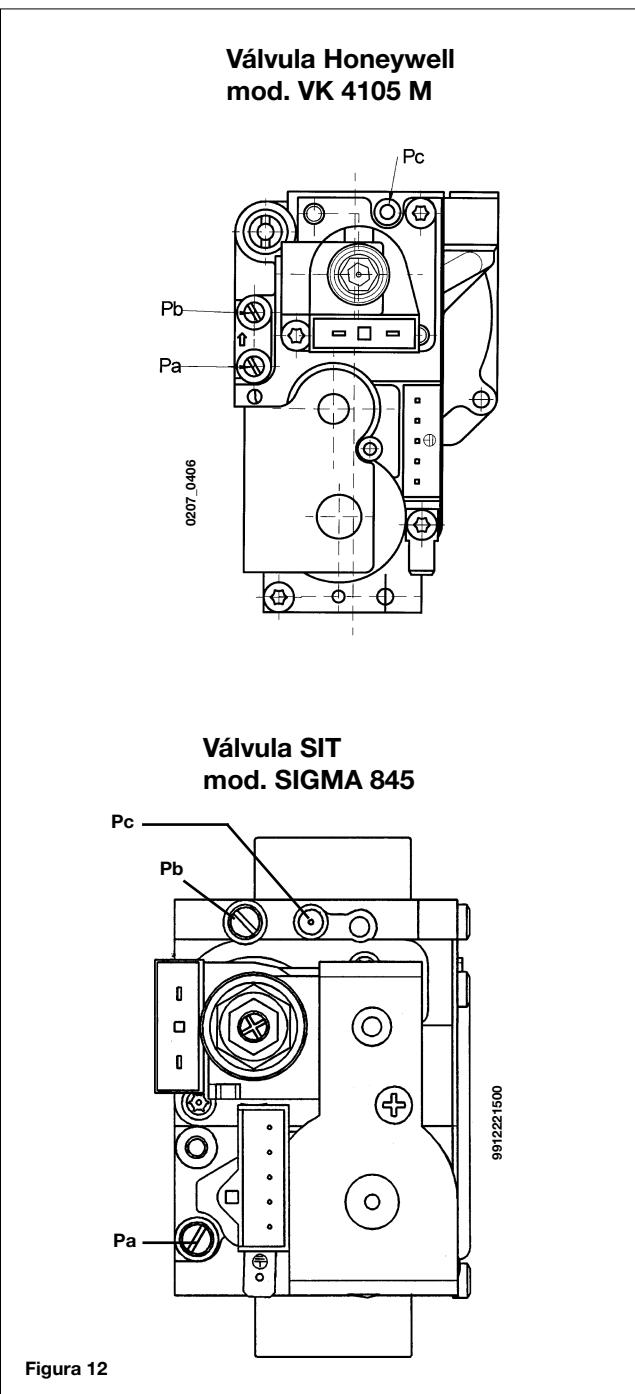

Figura 12
Las modalidades de calibrado del regulador de presión difieren ligeramente según el tipo de válvula del gas utilizada (HONEYWELL o SIT, véase figura 12).
- conectar la toma de presión positiva de un manómetro diferencial, posiblemente de agua, a la toma de presión (Pb) de la válvula del gas (Figura 12). Conectar, sólo para los modelos a cámara estanca, la toma negativa del mismo manómetro a un especial "T" que permita conectar entre ellos la toma de compensación de la caldera, la toma de compensación de la válvula del gas (Pc) y el manómetro. (Se puede efectuar una medición equivalente conectando el manómetro a la toma de presión (Pb) y sin el panel frontal de la cámara estanca).
- controlar que la presión dinámica de alimentación de la caldera, medida en la toma de presión (Pa) de la válvula del gas (figura 12), sea correcta (37 mbar para el gas propano o 20 mbar para el gas natural).